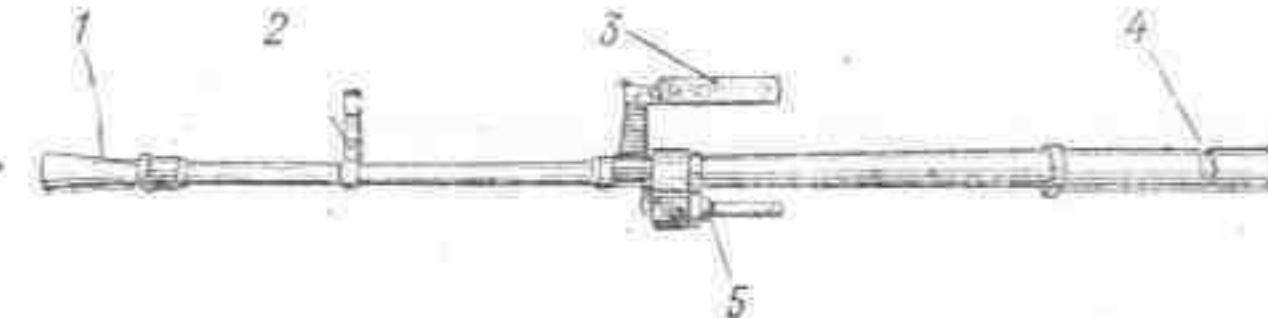

Рис. 37. Ствол:
13. Ствол (рис. 37) служит для направления полета пули. Внутри он имеет канал с восемью нарезами, выющимися слева вверх направо.